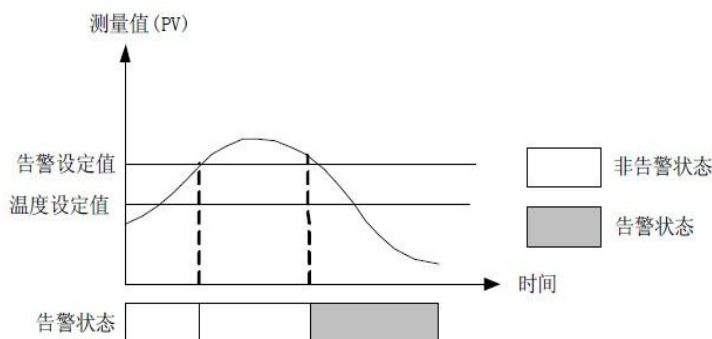

图5-15 带等待的下限偏差示意图
2. 等待告警在基本告警的基础上加上了等待功能，即忽略电源接通时的测量值触发的告警，直至测量值下次触发告警，如图5-15所示。